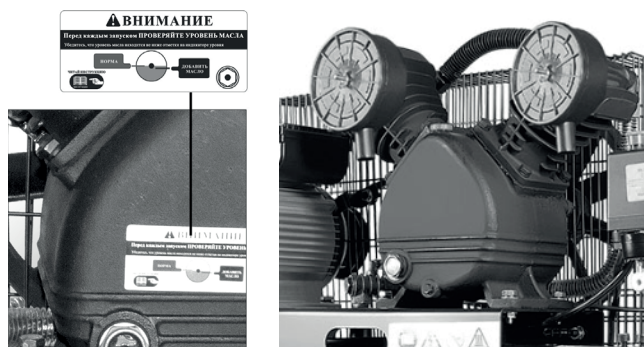

Рис. 1
5. Заполнить картер ременной компрессорной головки маслом VDL100 по уровню (Рис. 1). Масло VDL100 приобретается отдельно.